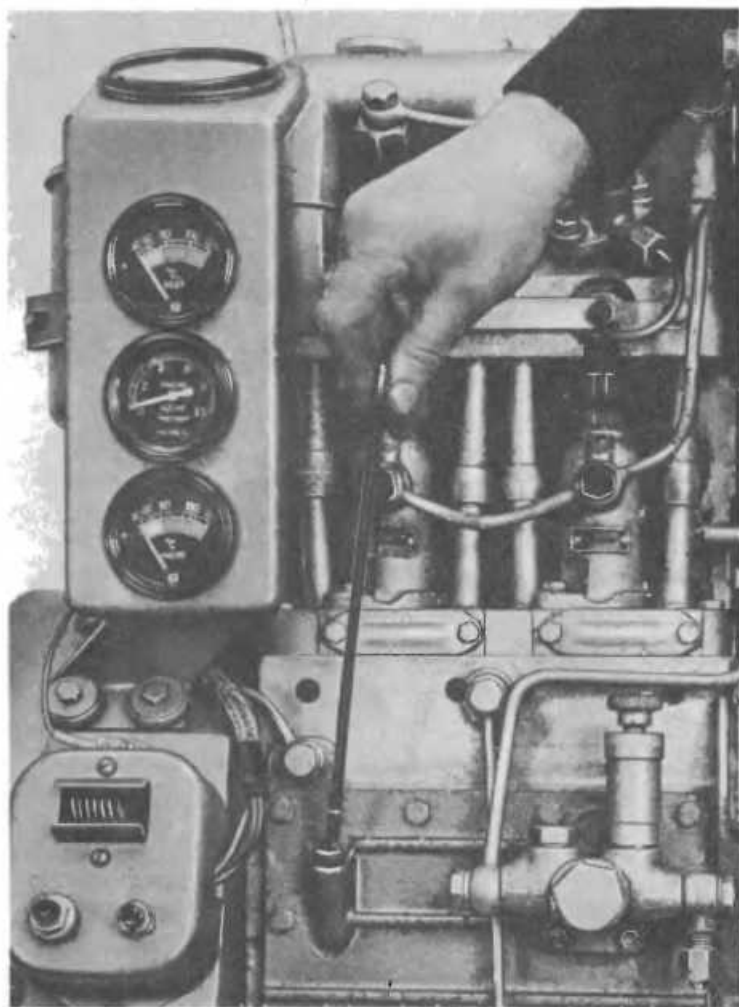
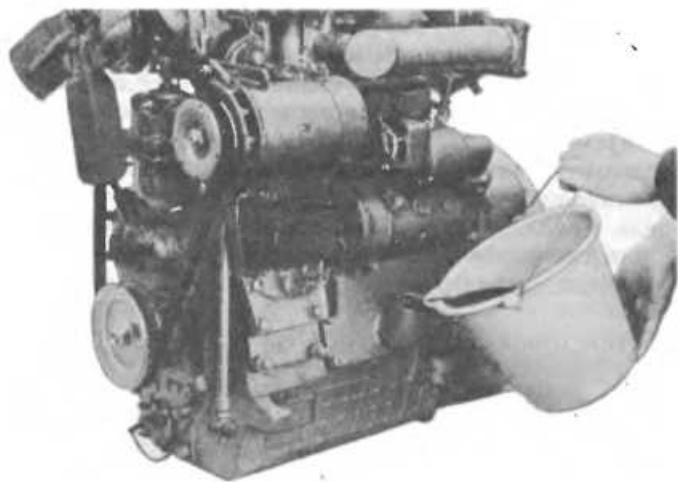

Рис. 96. Проверка уровня масла в картере
Рис. 97. Заливка масла в картер
3. Проверьте уровень масла в блок-картере (рис. 96) и при необходимости залейте масло через горловину сапуна (рис. 97) до верхней метки маслощупа.